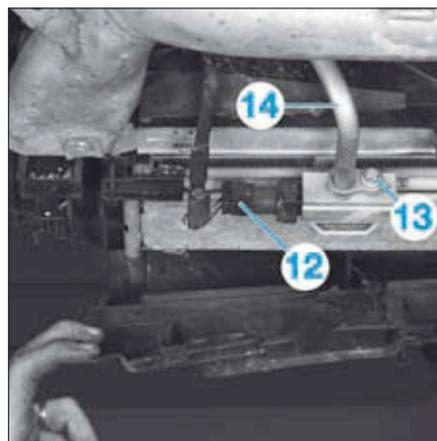

FIG. 10
- Débrancher le connecteur (12) du pressostat de climatisation (Fig.10).
- Déposer la vis (13) puis séparer la canalisation (14) du condenseur.